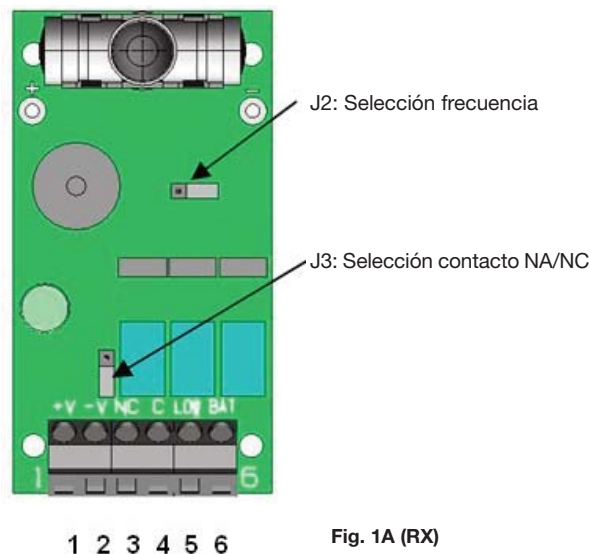

Fig. 1A (RX)
- Seleccione la misma frecuencia de funcionamiento en el receptor y en el transmisor mediante los puentes correspondientes (J2, Fig. 1A y 1B).